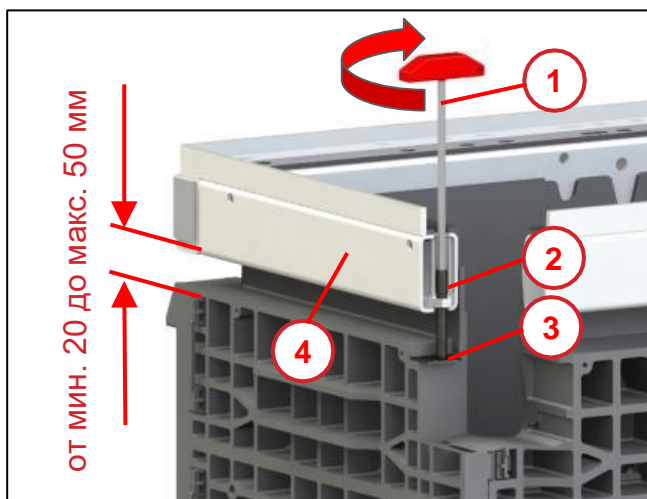

Рис. 38
- Снова установить стальную раму (1) на кабельный колодец.
- **Учитывать следующее:** Резьбовые штифты ранее (2) настроенной регулировки высоты продавить через еще не затвердевший сухой раствор (3), пока они снова не встанут на опору из листового металла (см. Рис. 38 , поз. 3).